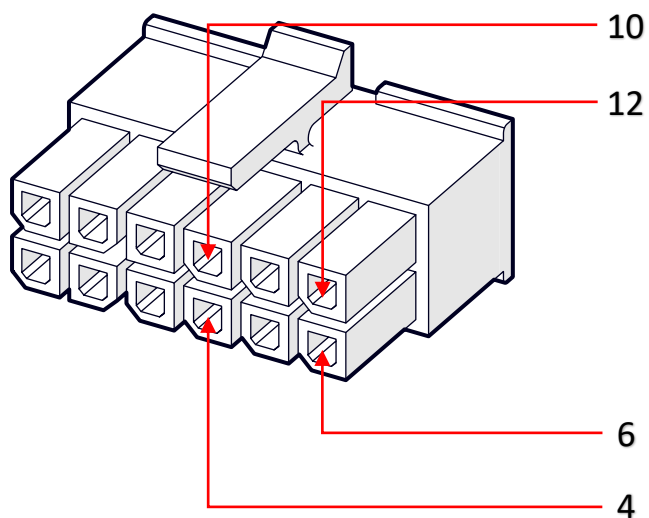

Рисунок 4
5.2 Для сборки контактной колодки «Molex 43025-1200», подключаемой к Smart Vox, руководствуются схемой соединений, представленной на рис.4 и табл. 2